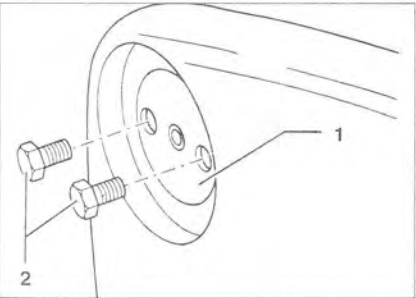

Рис. 8.32. Открутите болты 2 на рычаге 1.
7. Открутите болты 2 на рычаге 1 (рис. 8.32). Отсоедините разъем проводки для сигнальной лампочки. Снимите кожух и отсоедините трос от рычага.